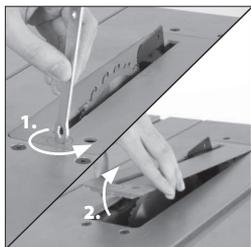

Abb. 14
- Entfernen Sie die Einlegeplatte, indem Sie der Befestigungsschraube eine ¼ Drehung geben. Heben Sie die Einlegeplatte vorsichtig aus der Maschine (**Abb. 14**). Bewahren Sie dieses Bauteil für später auf.